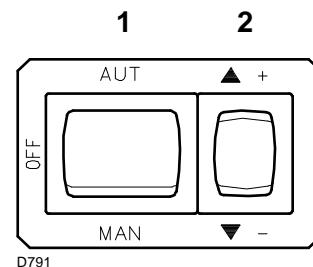
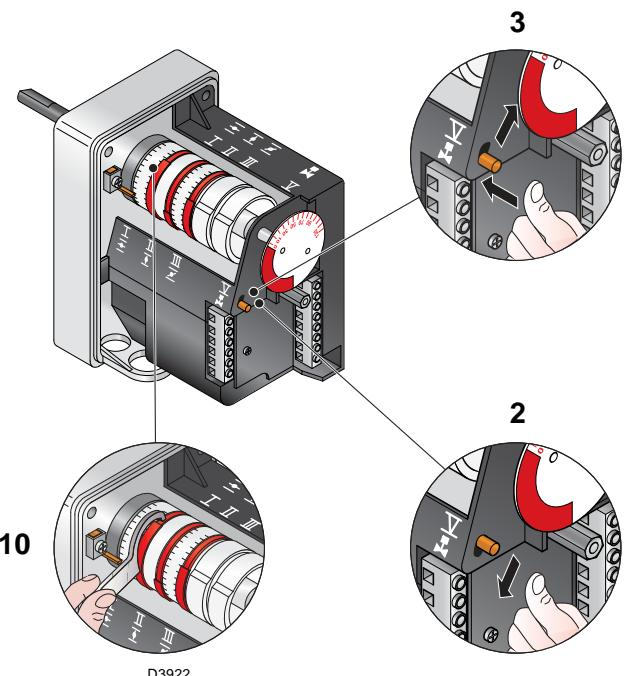

图 27
图 29
闭合温控 / 压力开关，将图 27 中所示开关置于“MAN”位置。
现按按钮 2)(图 27)，增大出力直至伺服马达开启风门阀，同时开启燃气蝶阀。
将按钮 2)(A)(图 27)，降低出力直至伺服马达关闭风门阀及燃气蝶阀至 65° 角（工厂预设位置）。
- 如需减小供气量，可依次逐步减小凸轮 III(图 29) 的角度 65° 至 63° 至 61°....。
- 如需增加供气量，按按钮 2)(A)(图 27)，增大出力(如将燃气蝶阀角度增大 10-15°)，逐步增大凸轮 III(图 29) 的角度至如 65° -67° - 69°....。
按下按钮 2)(图 27) 增大出力直至伺服马达旋转 15°。调节螺丝至最优燃烧状态。接着以同样的方式调节其它螺丝。注意要逐渐改变凸轮廓线。
用开关 1)(图 27) 置于“OFF”位置，将燃烧器停机，按下按钮 3) 并将其向右移动，使伺服马达和凸轮 4 脱开，同时手动前后旋转凸轮 4，检查确认整个滑动过程平稳无阻滞。